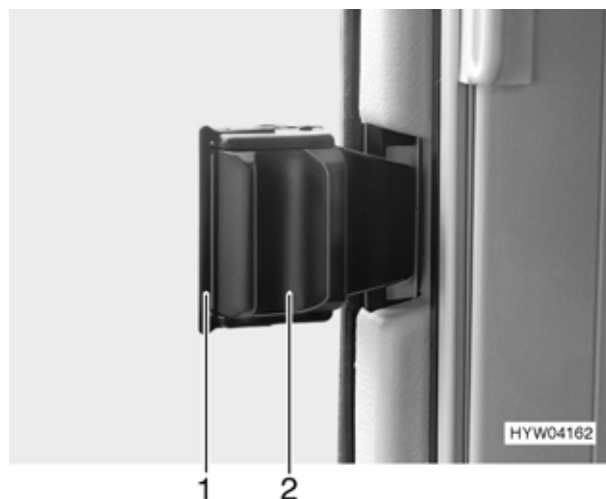

Fig. 36 Finestra scorrevole (variante 1)
- Tirare in avanti il bloccaggio (Fig. 36,1).
- Schiacciare la maniglia (Fig. 36,2) e contemporaneamente spingerla in avanti.